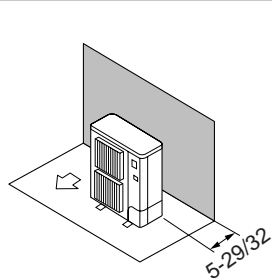

Fig. 2-2
- ① Obstáculos sólo en la parte trasera (Fig. 2-2)